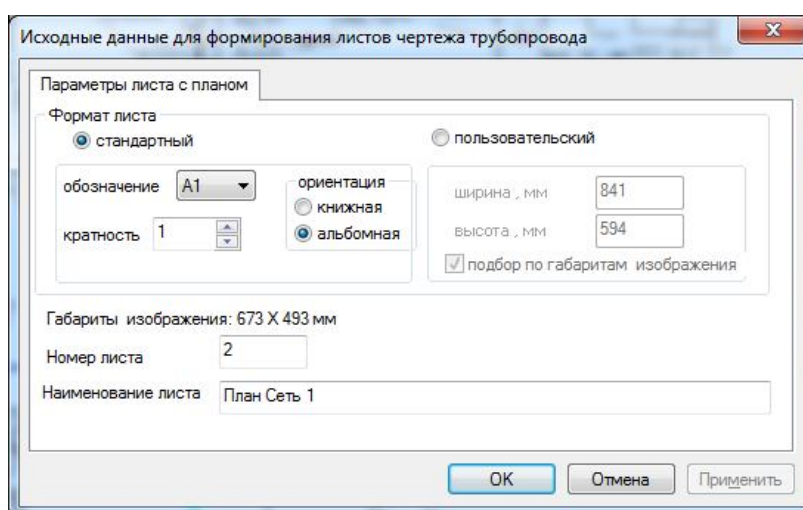

Рис.39
3. Выбрать нужный прямоугольник и в появившемся диалоговом окне **“Параметры листа с планом”** (рис.39) задать необходимые параметры.
- **параметры листа с профилем** (см. рис.39).